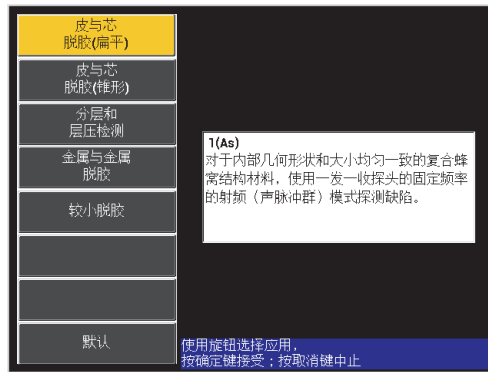
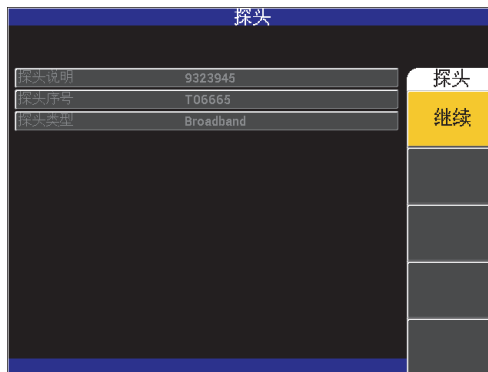
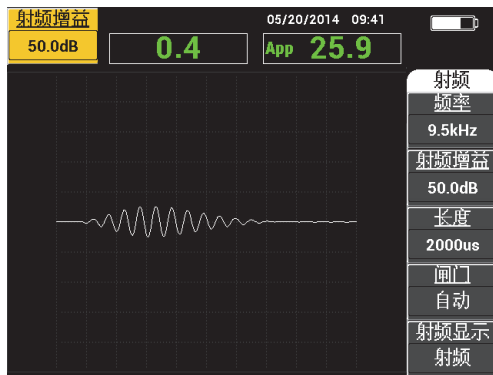

图 3-2 快速设置菜单中的应用选项
图 3-3 PowerLink 识别屏幕
图 3-4 主检测屏幕
- 如果没有连接探头，或连接的是非 PowerLink 探头，则 BondMaster 600 仪器软件所显示的第一个屏幕上会出现应用快速设置菜单（参见第 48 页的图 3-2）。用户可以在这个菜单的基本应用中进行选择，以自动配置适当的仪器设置。
- 如果连接的是 PowerLink 探头，则 BondMaster 600 仪器的启动屏幕上会出现 PowerLink 识别屏幕（参见第 48 页的图 3-3），用户使用这个屏幕可以为这种类型的探头自动设置仪器。
- ◆ 如果连接了一个 PowerLink 探头，且出现了 PowerLink 识别屏幕（参见第 48 页的图 3-3），则按下 BondMaster 600 仪器的 **A** 键，会导入 PowerLink 探头中存储的程序，并会自动设置 BondMaster 600 仪器。
通过快速设置菜单或 PowerLink 菜单完成初始步骤后，会显示主检测屏幕（参见第 50 页的图 3-4）。
第 50 页的图 3-4 显示的是主检测屏幕的一个典型示例。根据所选择的应用或所导入的 PowerLink 应用（程序），屏幕上所显示的内容会发生变化（参见第 48 页的图 3-2 和第 48 页的图 3-3）。